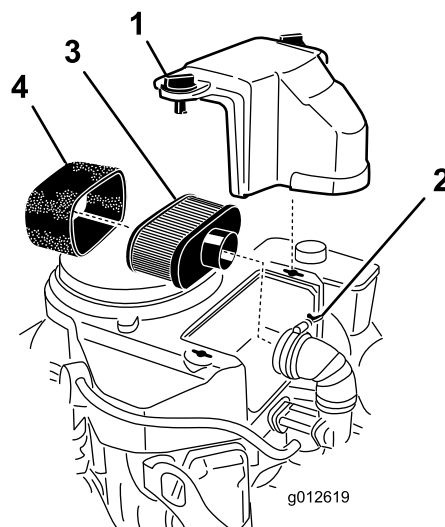

Figura 39
3. Para evitar qualquer dano, limpe à volta do filtro de ar para impedir a entrada de impurezas para o interior do motor (Figura 39).
4. Desaperte os botões da cobertura e retire a cobertura do filtro de ar (Figura 39).
5. Desaperte o dispositivo de fixação de tubagem e retire o conjunto do filtro de ar (Figura 39).
6. Retire cuidadosamente o filtro de esponja, passando pelo filtro de papel (Figura 39).
1. Coloque cuidadosamente o filtro de esponja, passando pelo filtro de papel (Figura 39).
2. Coloque a estrutura do filtro do ar na base do filtro do ar ou tubo e prenda-a (Figura 39).
3. Coloque a cobertura do filtro de ar na sua posição e aperte o botão da cobertura (Figura 39).